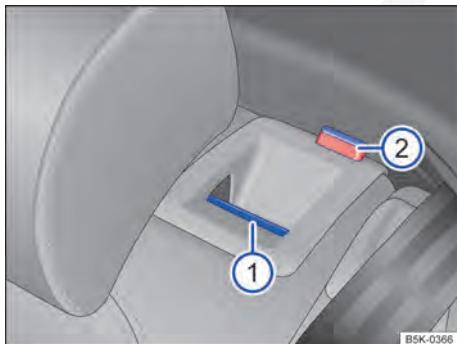

Fig. 51 No encosto do banco traseiro: botão de destravamento ①, marca vermelha ②.
- Puxar o botão de destravamento ⇒ Fig. 51 ① para frente e, ao mesmo tempo, rebater o encosto do banco traseiro para frente.
- A respectiva parte de encosto do banco traseiro estará destravado se uma marca vermelha ② estiver visível.
O encosto do banco traseiro estará destravado se uma marca vermelha ⇒ Fig. 51 ② estiver visível.